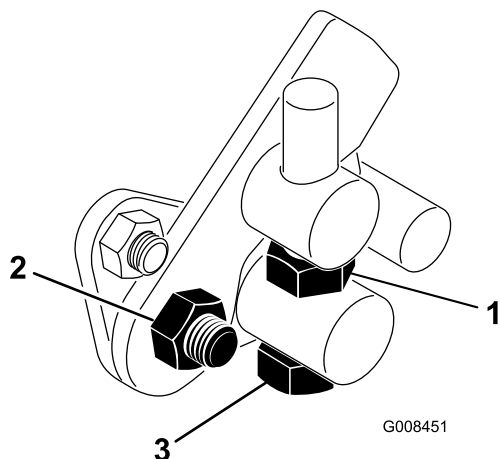

Figura 42
1. Allentate il controdamo sul bullone di articolazione (Figura 42).
4. Serrate il controdamo sul bullone di articolazione e il dado sul perno del pedale per fissare la regolazione (Figura 42). Controllate la messa a punto, e all'occorrenza ripetete la regolazione.